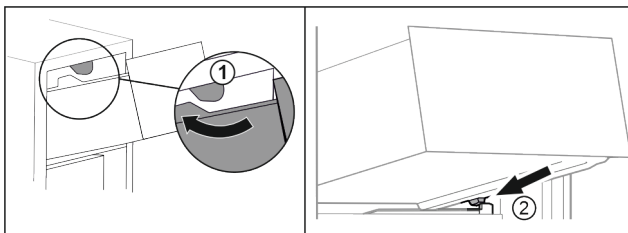

Fig. 21
- ▶ Avvicinare il cassetto ai fermi superiori Fig. 21 (1).
- ▶ Applicare il cassetto in modo inclinato dietro i fermi inferiori sulla nervatura del contenitore Fig. 21 (2).